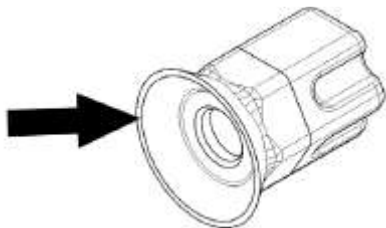

рисунок 13
- 2 **Ежемесячно:** проверяйте, не износилась ли прокладка шестигранного соединителя. Если прокладка износилась, замените все соединение, используя запчасти от производителя устройства (см. рис. 13).